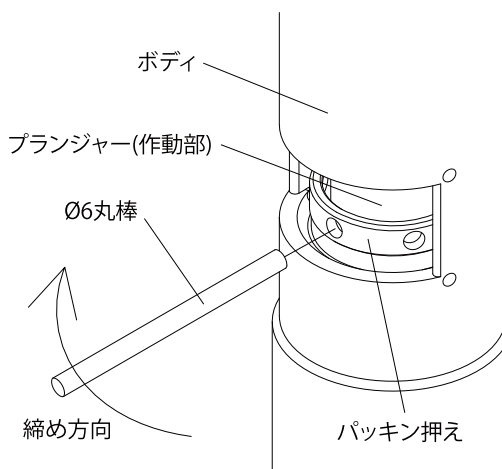

Fig.10
- ・パッキン押え周囲の丸穴にφ6丸棒（推奨材質 SUS304）をプランジャーに接触しない深さまで差込み^{※1}、漏れが止まる程度まで締め込んでください^{※2}。（Fig. 10）